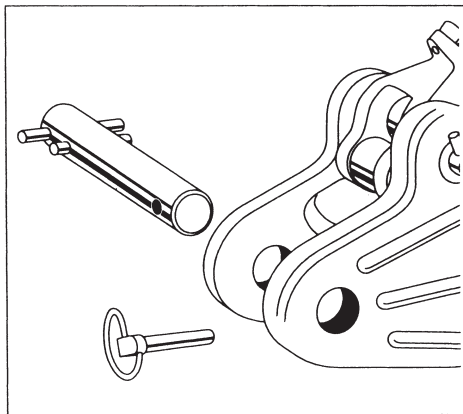

Fig. 14 - Bulón de amarre sin colocar
3. Tirar del bulón para sacarlo (Fig.14).